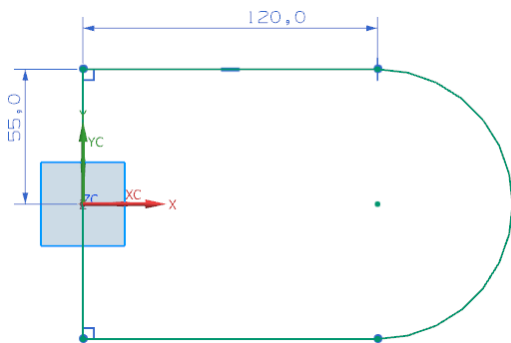

图 5-6 绘制突出块特征轮廓草图
(2) 单击“绘制截面”按钮，选择 XC-YC 平面为草图绘制面，绘制突出块特征轮廓草图，如图 5-6 所示。单击“完成”图标，草图绘制完毕。